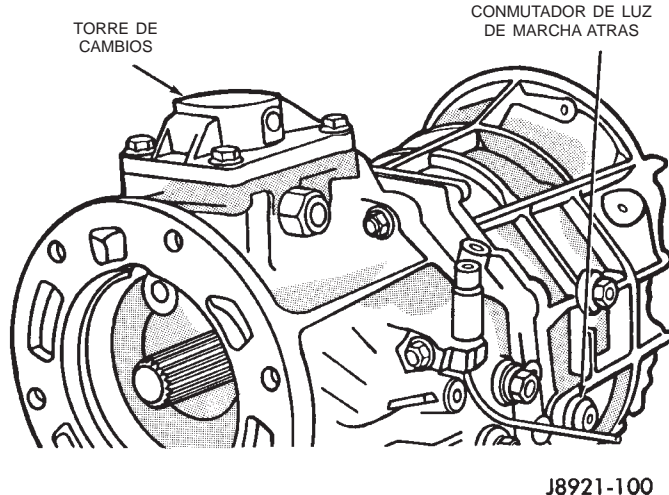

Fig. 50 Instalación de torre de cambios y conmutador de luz de marcha atrás
(19) Instale la torre de cambios y una junta nueva en la cubierta (Fig. 50). Apriete los pernos de la torre con una torsión de 18 N·m (13 lbs. pie).
(20) Instale un anillo O metálico nuevo en el conmutador de luz de marcha atrás.
(21) Instale el conmutador de luz de marcha atrás (Fig. 50). Apriete el conmutador con una torsión de 37 N·m (27 lbs. pie).
(22) Instale una junta nueva en la cubierta del adaptador retenedor de cojinete trasero.